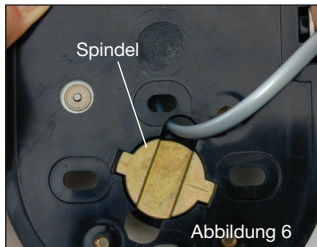

Abbildung 6
6. Stecken Sie die Spindel von der Rückseite der Tastatur-Sockel-Einheit aus ein. (Abbildung 6)